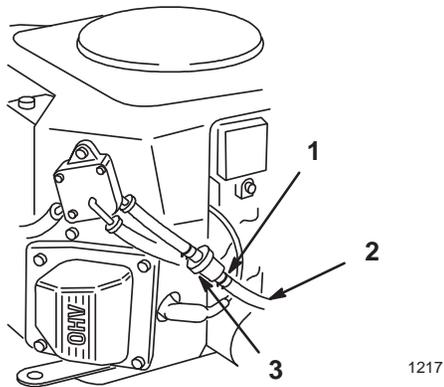

Abbildung 30
4. Die Enden der Schlauchklemme zusammendrücken und die Klemme an der Kraftstoffleitung nach oben in Richtung Kraftstofftank schieben (Abb. 30).
5. Die Kraftstoffleitung vom Filter abziehen (Abb. 30). Den Kraftstoffhahn öffnen und das Benzin in einen Benzinbehälter oder eine Auffangschale ablaufen lassen.